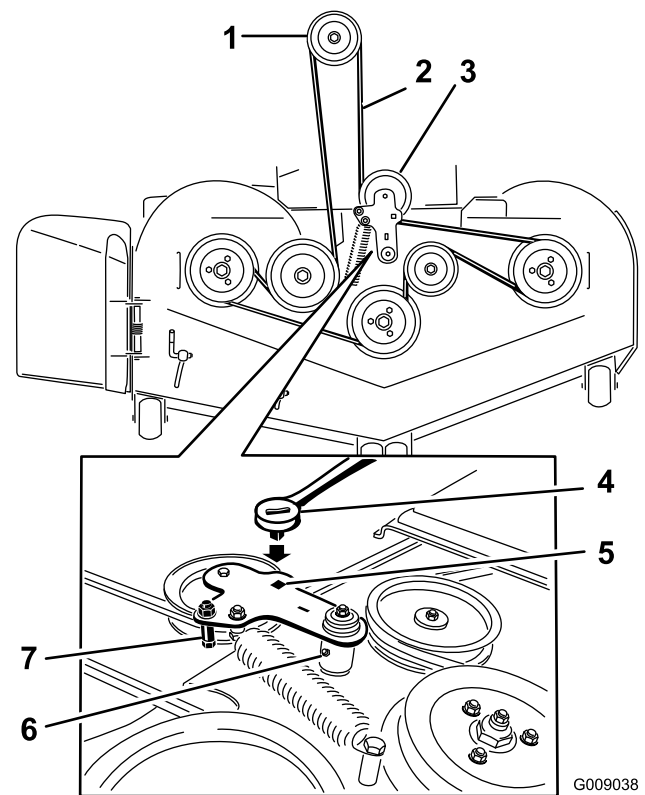

Figure 104
5. Soulevez le bac de plancher et insérez un rochet dans le trou carré de la poulie de tension du plateau (Figure 104).
6. Tournez la poulie de tension dans le sens horaire et retirez la courroie du plateau (Figure 104).